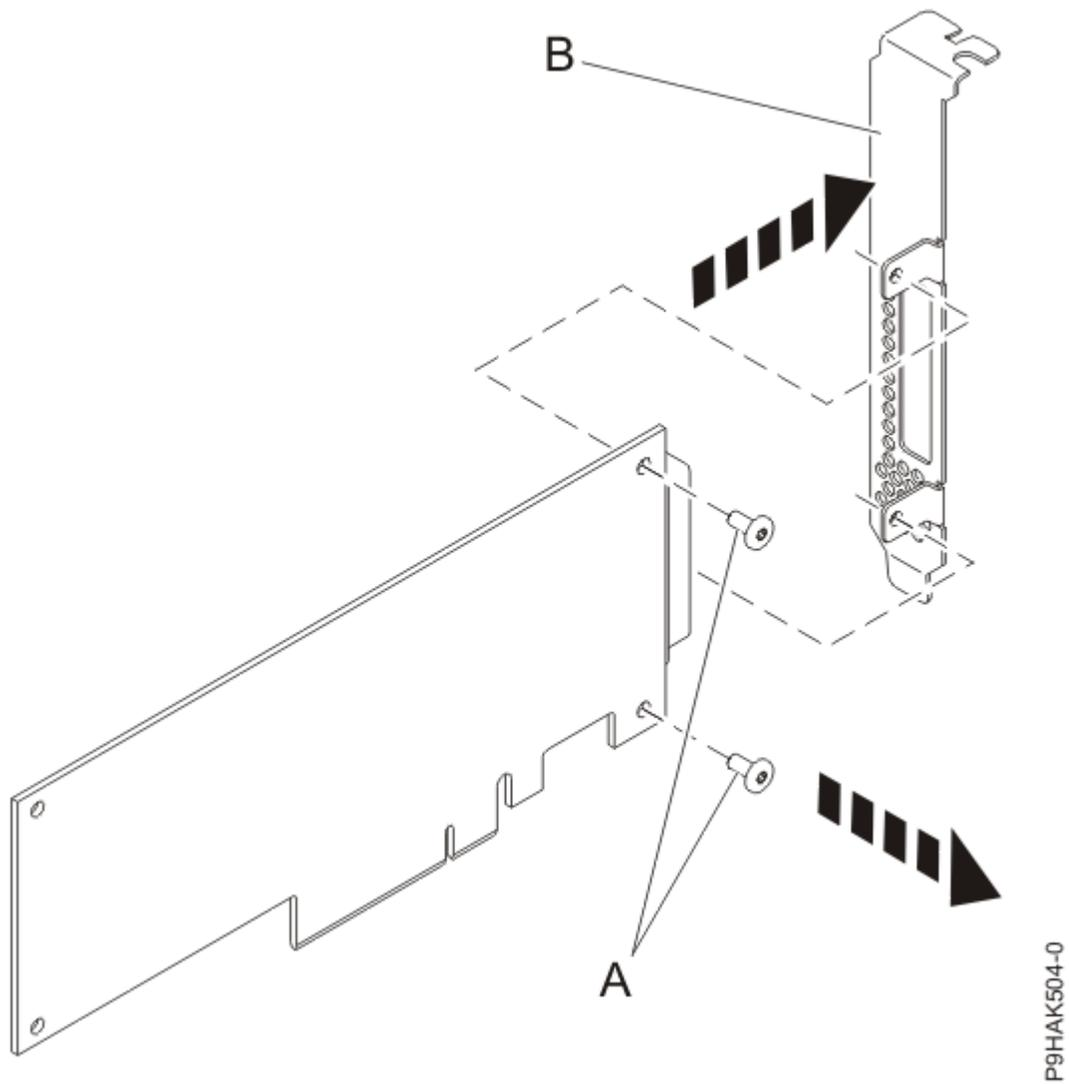

Abbildung 38. Den langen Adapterkassettenhalter aus dem neuen Adapter ausbauen
8. Entfernen Sie mit einem Kreuzschlitz-Schraubendreher die beiden Sicherungsschrauben **(A)**, mit denen der lange Haltesteg **(B)** am neuen Adapter befestigt ist, wie in Abbildung 38 auf Seite 57 dargestellt.